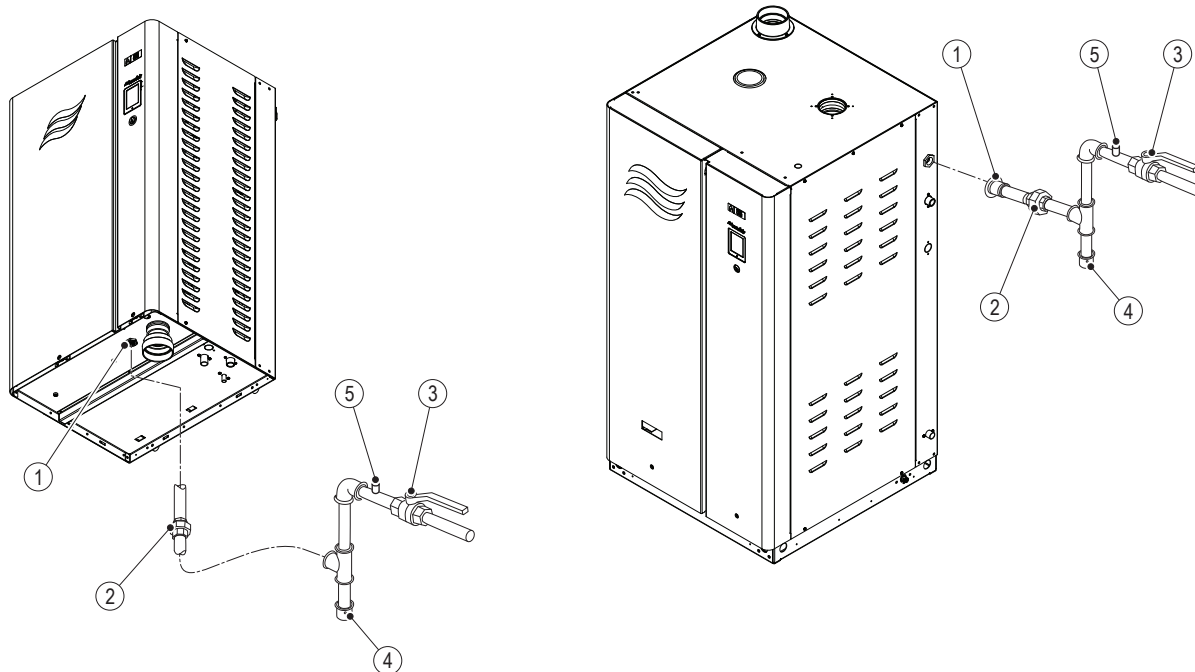

Рис. 21: Линия подачи газа
- Непосредственно перед увлажнителем необходимо установить на линии подачи газа сертифицированный ручной запорный клапан; см. рис. 21, стр. 52. Также необходимо установить перед увлажнителем запорный клапан с термическим срабатыванием. Эти устройства должны соответствовать требованиям действующих норм и правил.